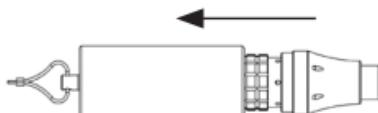
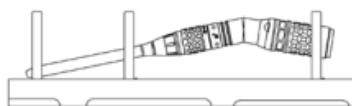

Figura 1
Figura 2
Nota – Prima di usare il cesto di pulizia e sterilizzazione G1 per la prima volta, collegare il manicotto per connettore al cesto agganciandolo alla struttura di sostegno interna (Figura 2). Il manicotto per connettore deve rimanere con il cesto per l'uso futuro.
- Rimuovere l'apposito manicotto dal connettore del manipolo (Figura 1). Rimettere il manicotto per connettore nel relativo supporto e adagiare il connettore del manipolo in fondo al cesto.
Avvertenza – Il manicotto per connettore del manipolo deve essere rimosso dal connettore prima della sterilizzazione (Figura 1). Per informazioni sulle configurazioni di carico convalidate, consultare lo schema di caricamento del cesto di pulizia e sterilizzazione G1. I terminali angolati devono essere orientati correttamente, come illustrato nella Figura 2.